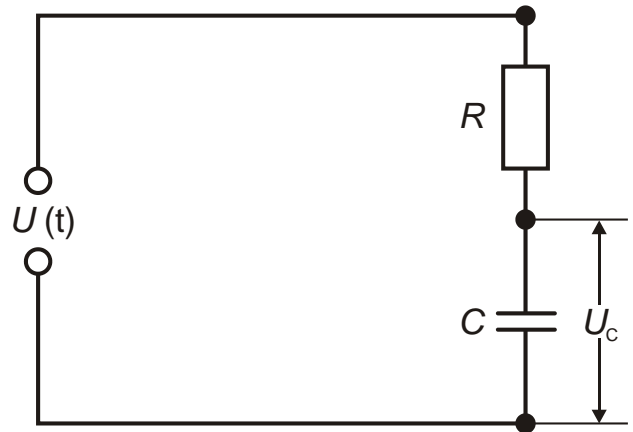

Fig. 3: Esquema del circuito.
- Se realiza el circuito en la placa enchufable, según la Fig. 3.